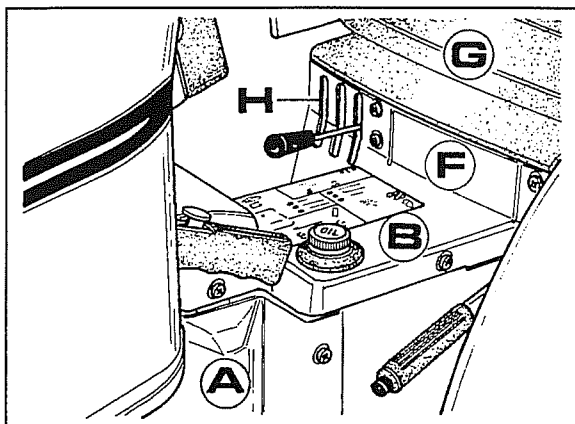

Fig. 1
- 1 Retirar o assento **G**, a protecção central **B**, a parte lateral **A** e aquela no lado oposto e a travessa **F** tal como ilustrado na fig.1.